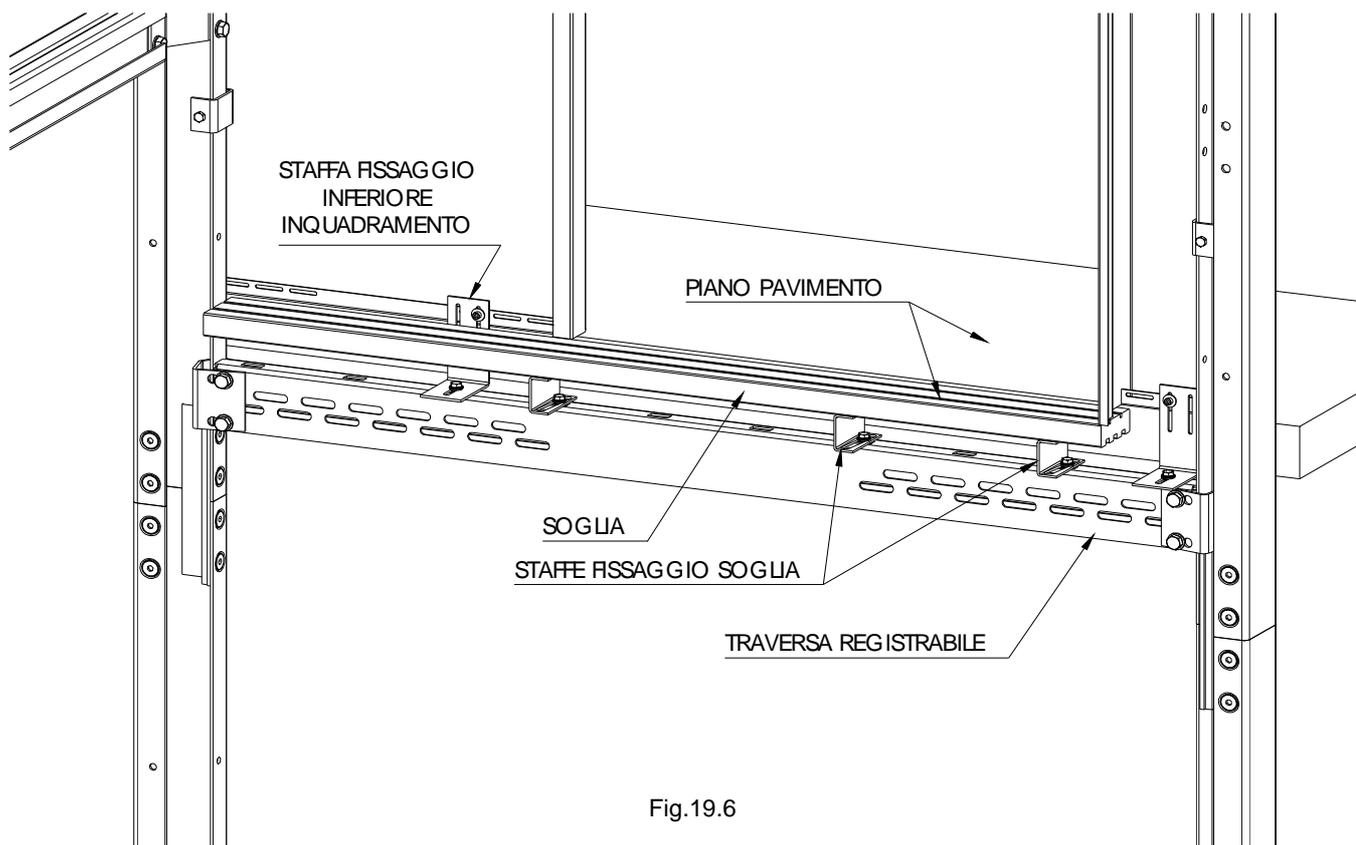
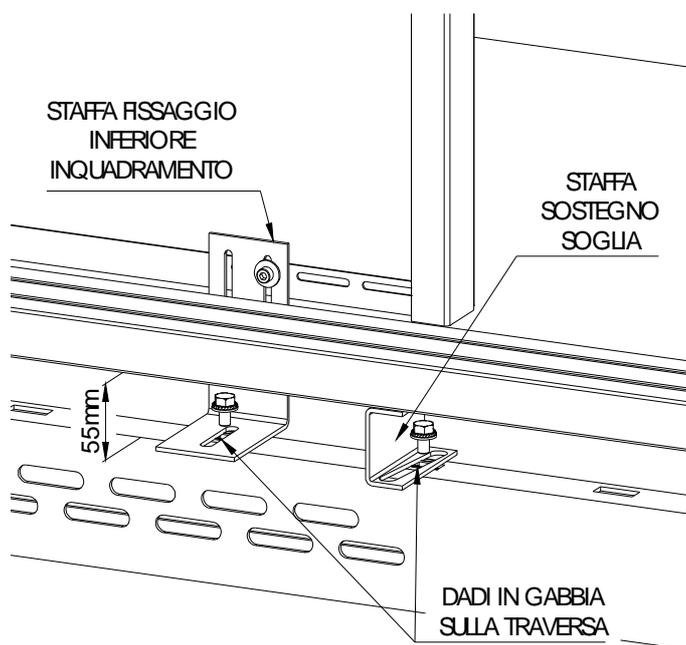

Fig.19.6
Fig. 19.7
- ✓ Inserire sulle asole rettangolari, presenti sulla traversa registrabile, i dadi in gabbia per il fissaggio delle staffe di sostegno soglia e delle staffe di fissaggio inferiore dell'inquadramento. Per ogni porta utilizzare 3 staffe di sostegno soglia da posizionare in corrispondenza del passaggio libero della porta. (Fig. 19.6)
- ✓ Fissare la staffa di sostegno inferiore dell'inquadramento come indicato in Fig.19.7
- ✓ Per il fissaggio fare riferimento alle Fig. 19.6 e Fig. 19.7 del capitolo "INQUADRAMENTO PER PORTE SENZA TELAIO"